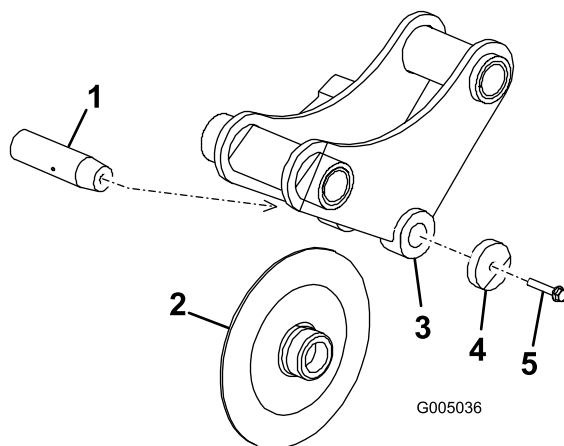

Figure 16
3. Sortez la vis de l'axe de coudre de 1,3 cm environ, puis frappez-la plusieurs fois avec un marteau pour dégager la goupille (Figure 16).
4. Enlevez complètement la vis d'axe de coudre, la rondelle, le coudre et l'axe (Figure 16).
5. Placez le nouveau coudre dans le support (Figure 16).
6. Glissez l'axe dans le support et le coudre et fixez-le avec la vis et la rondelle (Figure 16).